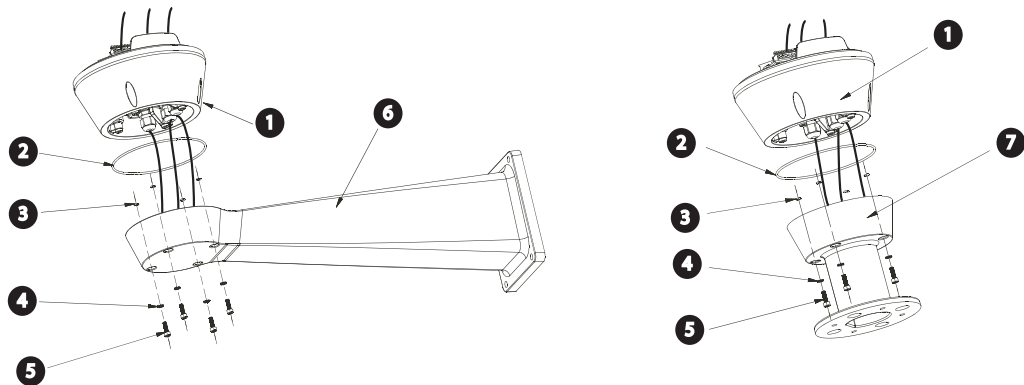

Bild 4.3 Schematische Darstellung
8. Setzen Sie den Fuß auf der optionalen Wand- oder Masthalterung so ab, dass sich die Kabel im Innern der Wand- bzw. Masthalterung befinden (siehe *Bild 4.3*).